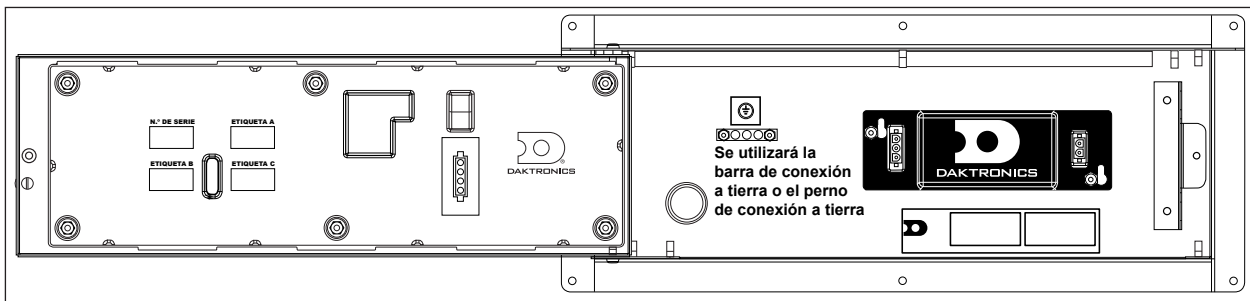

Figura 13: Ubicaciones de componentes internos
3. La fuente de alimentación se conecta dentro del gabinete a la lámina posterior de la pantalla, tal como se muestra en la **Figura 13**, y su ubicación varía entre tamaños de pantallas.